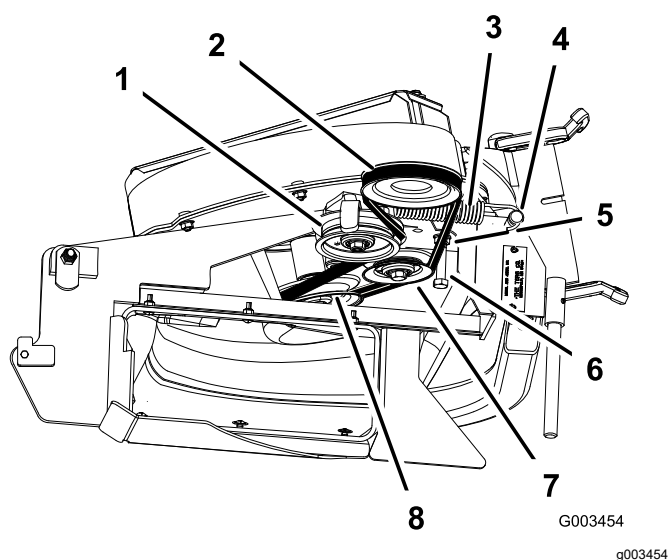

Figure 41
3. Afloje el perno-guía de la correa (Figure 41).
5. Instale la correa nueva alrededor de la polea del soplador (Figure 41).
7. Apriete el perno-guía de la correa (Figure 41).
9. Coloque la correa sobre la polea tensora tensada con muelle (Figure 41).